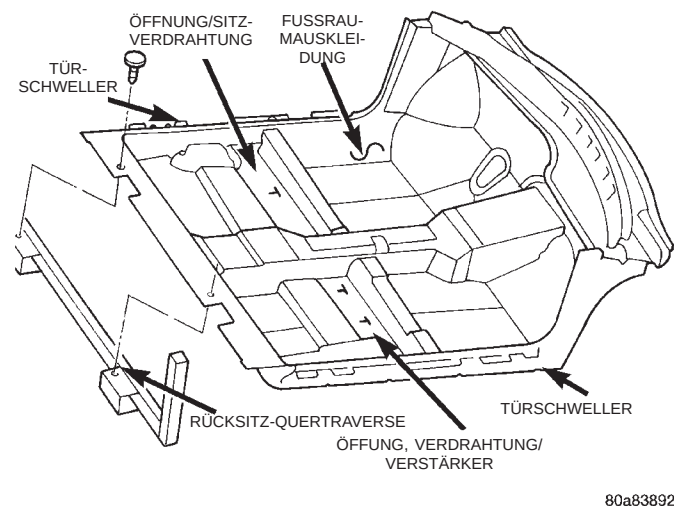

Abb. 67 Halteclips/Fußraumauskleidung
- (1) faltverdeck ganz absenken.
- (2) Vordersitze ausbauen.
- (3) Rücksitzpolster ausbauen.
- (4) Mittelkonsole und vordere Konsole der Instrumententafel abbauen.
- (5) Türschwellerverkleidungen abbauen.
- (6) Windlaufabdeckungen abbauen.
- (7) Seitenteilverkleidungen abbauen.
(8) Je nach Ausstattung, auf der beifahrerseitigen Bodenwanne den Verstärker ausbauen.
(9) Kabelkanäle abbauen, mit denen die Fußraumauskleidung an den Außenkanten der Rücksitz-Quertraverse befestigt ist.
(10) Halteclips hinten aus der Fußraumauskleidung lösen, mit denen diese an der Rücksitz-Quertraverse befestigt ist (Abb. 67).
(11) Kunststoffhalter aus den Metallclips entlang der Türschwellerverkleidung lösen.
(12) Fußraumauskleidung aus dem Fahrzeug nehmen (Abb. 67).